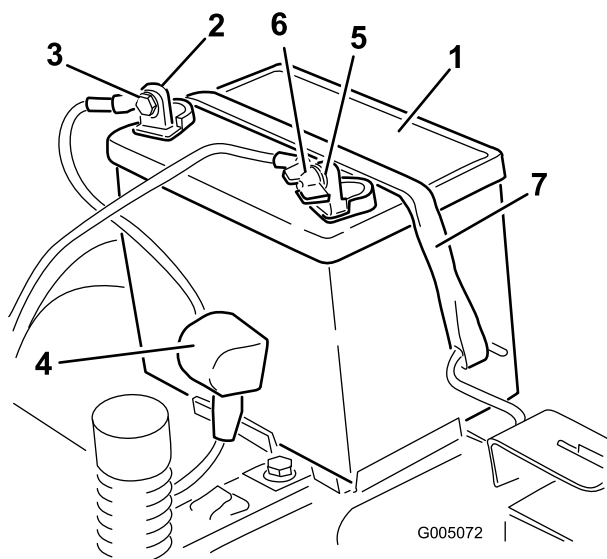

Figura 44
4. Staccate il cavo negativo (nero) di terra dal polo della batteria (Figura 44).
6. Staccate il cavo positivo (rosso) dal polo della batteria (Figura 44).
7. Togliete il dispositivo di fissaggio della batteria (Figura 44) e togliete la batteria dal vassoio.
1. Posizionate la batteria nella cassetta (Figura 44).
5. Fissate la batteria con l'apposito dispositivo (Figura 44).